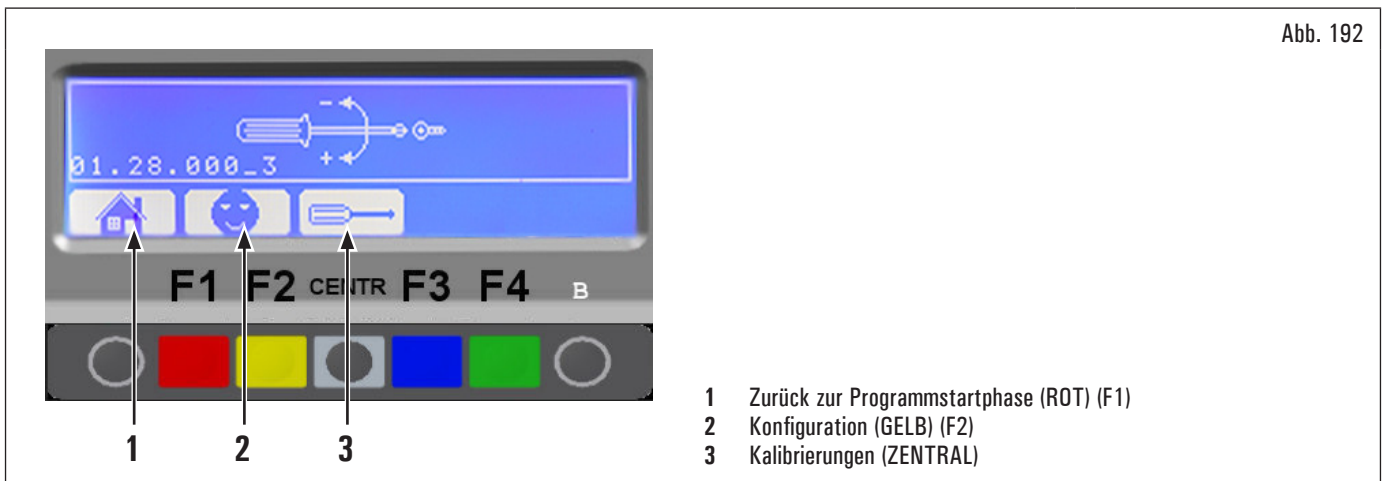

Abb. 192
Geben Sie das Passwort F1-F2-CENTR-F3 ein, das Programm zeigt das Bild in Abb. 192 an:
- 4 Rückkehr zum vorherigen Bildschirm von Abb. 192 (ROT) (F1)
- 3 Rückkehr zum vorherigen Bildschirm von Abb. 192 (ROT) (F1)
Geben Sie das Passwort F1-F2-CENTR-F3 ein, für den Zugriff zum "Kundenkonfiguration" Bildschirm (siehe Abb. 192).